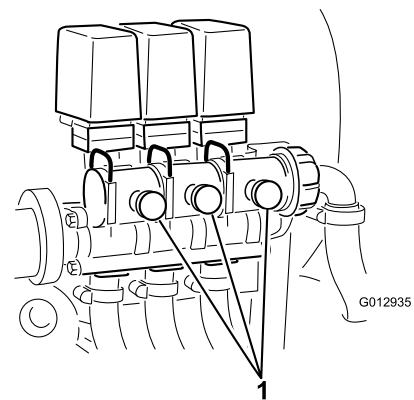

図 30
12. OFF にしたブームのブーム・コントロール・バルブについているバイパス・バルブ（図 30）を使って、上記手順9で設定した水圧と同じ水圧に調整する。